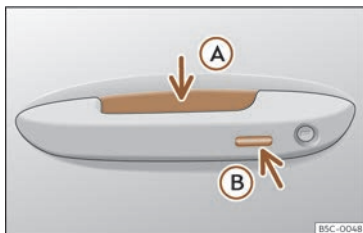

Fig. 83 Poignée de porte : surfaces sensibles.
»» **fig. 83**
- Saisissez la poignée de l'une des portes avant. Lorsque vous touchez la surface sensible»» fig. 83 (A) (flèche) de la poignée de porte, le véhicule se déverrouille.
- Appuyez *une fois* sur la surface sensible de verrouillage»» fig. 83 (B) (flèche) de la poignée de porte de l'une des portes avant. La porte correspondante devra être fermée.
- Appuyez *une fois* sur la surface sensible »» fig. 83 (B) (flèche) de la poignée de porte de l'une des portes avant. Le véhicule se verrouille avec le dispositif de sécurité Safe « Safe »» page 113. La porte correspondante devra être fermée.
- Appuyez *deux fois* sur la surface sensible »» fig. 83 (B) (flèche) de la poignée de l'une des portes avant pour verrouiller le véhicule non équipé du système de sécurité « Safe » »» page 113.
- Appuyez sur le bouton de verrouillage  de la radiocommande puis, dans les 5 secondes, touchez une fois la surface sensible de verrouillage de la poignée de la portière du conducteur»» **fig. 83** . Ne saisissez pas la poignée de la portière sinon le véhicule ne se verrouillera pas. Il est également possible de procéder à la désactivation si le véhicule est verrouillé via la serrure de la porte du conducteur.
Pour **fermer à l'aide de la fonction confort** toutes les vitres électriques et le toit ouvrant, maintenez appuyé quelques secondes un doigt sur la surface sensible de verrouillage »» **fig. 83**  (flèche) de la poignée de porte jusqu'à ce que les vitres et le toit se ferment.
Les surfaces sensibles des poignées de porte risquent d'être activées si elles reçoivent un jet d'eau ou de vapeur à haute pression si l'une de clés valides du véhicule se trouve dans la zone de proximité. Si au moins une glace à commande électrique est ouverte et que la surface sensible» fig. 83 B (flèche) d'une des poignées est activée de manière permanente, toutes les glaces seront fermées.
- **OU** : touchez *deux fois* la surface sensible située sur la partie extérieure de la poignée de la portière»» **fig. 83 B**.